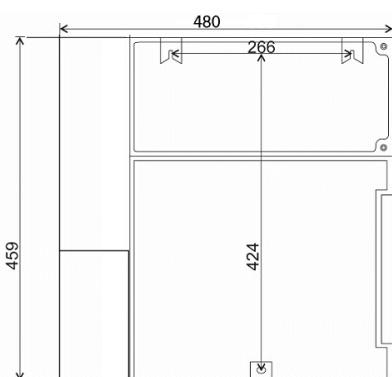

Abbildung 6
2. Bohren Sie die Befestigungslöcher wie in Abbildung 6 dargestellt.